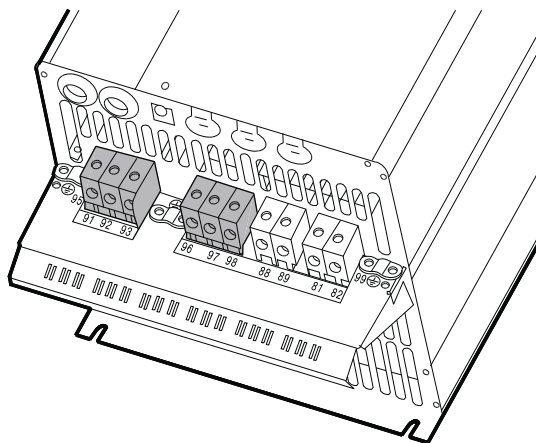

Fig. 19 Net- og motortilslutning, C3
1. Tilslut jordlederen til klemme 95 (PE). Se fig. 19 og 20.
1. Tilslut jordlederen til klemme 99 (PE). Se fig. 19 og 20.
2. Tilslut motorlederne til klemme 96 (U), 97 (V), 98 (W).